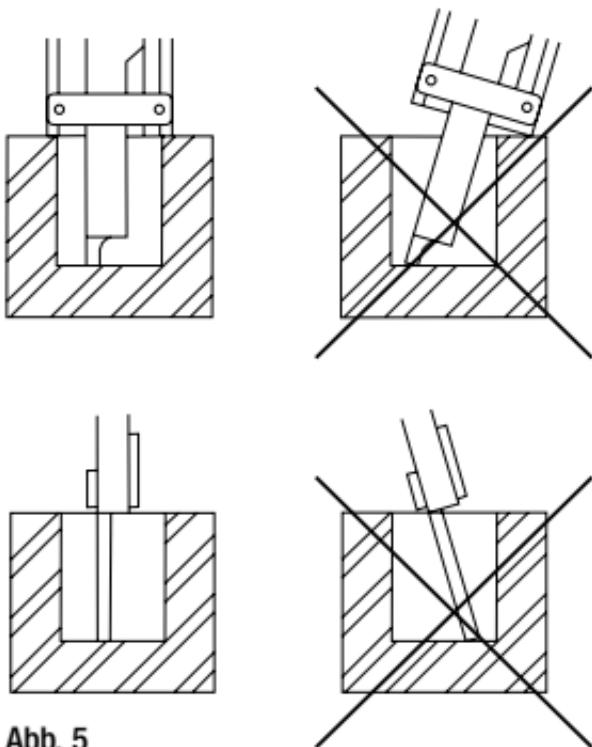

Abb. 5
- **Tiefenmessungen:** Das Tiefenmaß (3) im rechten Winkel zum Boden des zu messenden Teils halten (Abb. 5).